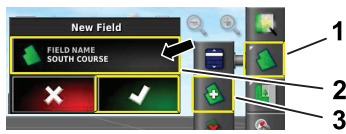

Figura 5
3. Premete l'icona del nome dell'area, digitate il nome dell'area e premete l'icona con il segno di spunta verde (Figura 5).